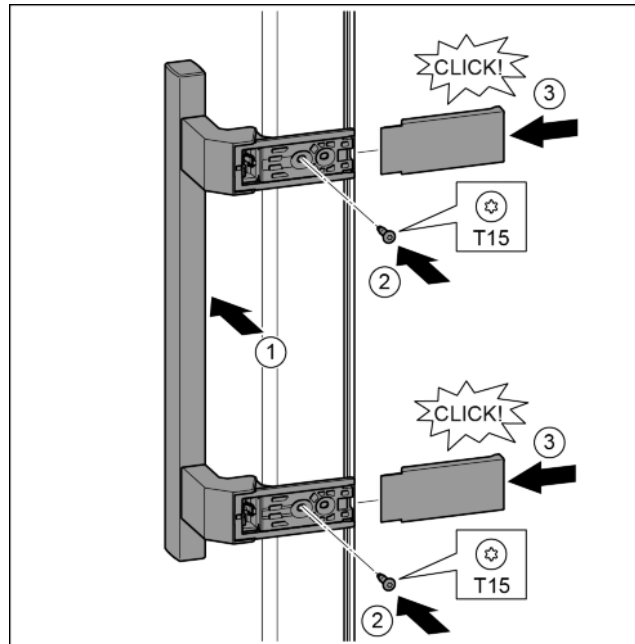

Fig. 19
- ▶ Poser la poignée sur le côté opposé. Fig. 19 (1)
- ▶ Serrer les vis avec un tournevis T15. Fig. 19 (2)
- ▶ Mettre en place les caches latéralement et les enfiler. Fig. 19 (3)